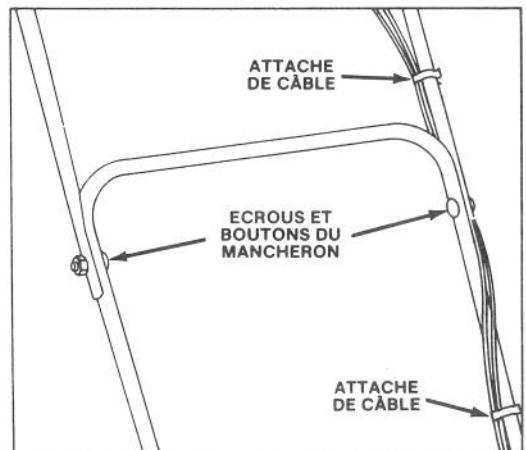

Figure 2
**2. MANCHERON SUPERIEUR (Fig. 2) —** Mettez en place les mancherons supérieur et inférieur et fixez-les à l'aide des boulons et boutons. Fixez les câbles de commande à l'aide d'attache-câbles.